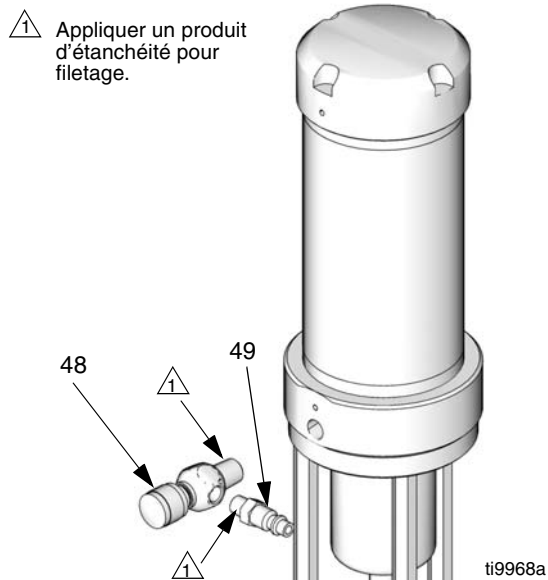

FIG. 4
1. Appliquez un produit d'étanchéité sur les filets du robinet à pointe d'air (48) et sur le raccord rapide (49) et installez-les. Voir FIG. 4.